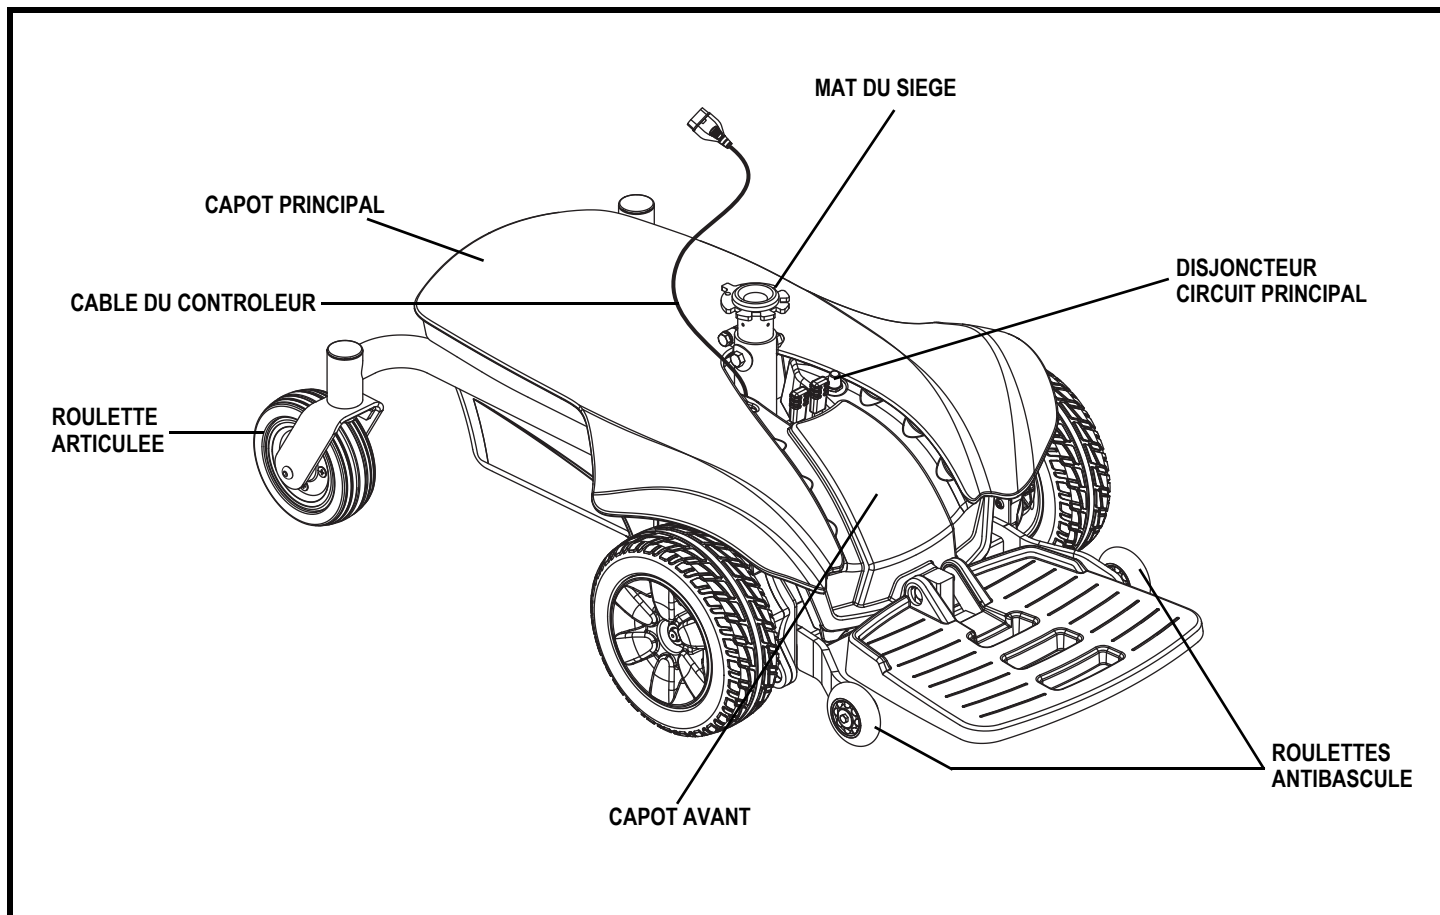

Figure 6. Base motorisée du Jazzy Select Elite
5. Branchez le câble du contrôleur dans le connecteur sur la base motorisée. **Voir la figure 6.**